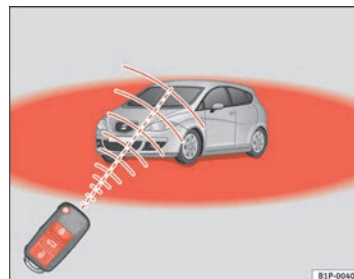

Fig. 63 Périmètre d'action de la radiocommande
- La radiocommande fonctionne uniquement lorsque vous vous trouvez dans le périmètre d'action ⇒ page 110, fig. 63 (zone rouge).